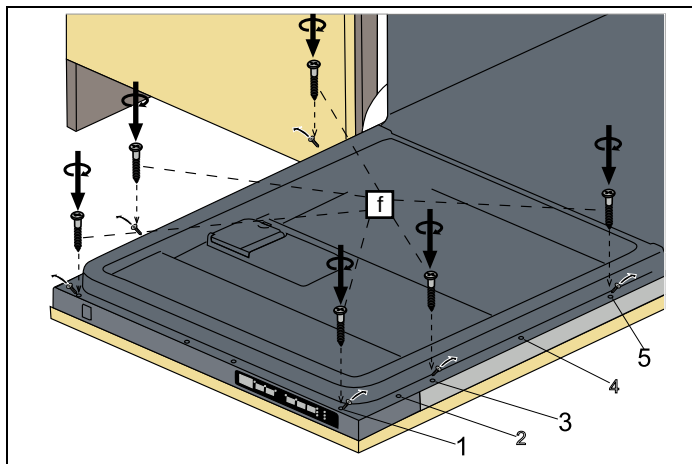

Fig. 27
- 6) Los tornillos situados en la puerta de madera se ajustan al lavavajillas en las descargas situadas en la lámina exterior de la puerta y se montan como se muestra en Fig. 27 .
- 7) Como se muestra en Fig. 27 , se instalan los tornillos $\emptyset$ 5/32" x 53/32" (4 mm x 42,5 mm) en las posiciones I, III y V.